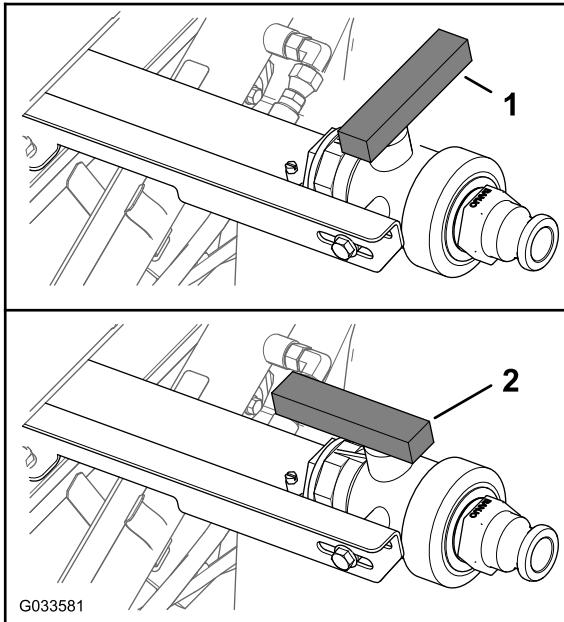

Bild 83
3. Öffnen Sie das Ventil und lassen alle nicht verwendete Lösung aus dem Behälter (Bild 83) aus.
4. Schließen Sie das Abflussventil (Bild 83).